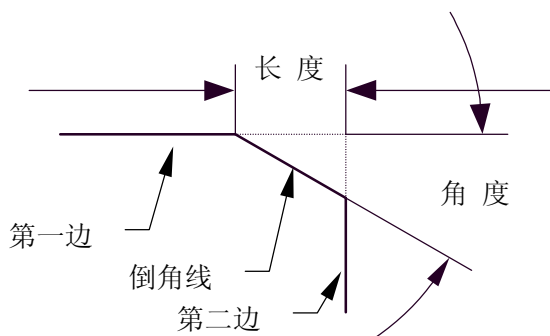

图 5-13 长度和角度的定义
(1) 单击并选择【修改】下拉菜单中的【过渡】命令或在的【编辑】工具栏单击【过渡】按钮.
(2) 在弹出的立即菜单中单击菜单【1: 】, 并从菜单项中选择【倒角】。
(3) 用户可从立即菜单项【2: 】中选择裁剪的方式, 操作方法及各选项的含义与【圆角过渡】一节中所介绍的一样。
(4) 立即菜单中的【3: 长度】和【4: 倒角】两项内容表示倒角的轴向长度和倒角的角度。根据系统提示, 从键盘输入新值可改变倒角的长度与角度。其中【轴向长度】是指从两直线的交点开始, 沿所拾取的第一条直线方向的长度。【角度】是指倒角线与所拾取第一条直线的夹角, 其范围是 (0, 180)。其定义如图 5-13 所示。由于轴向长度和角度的定义均与第一条直线的拾取有关, 所以两条直线拾取的顺序不同, 作出的倒角也不同。